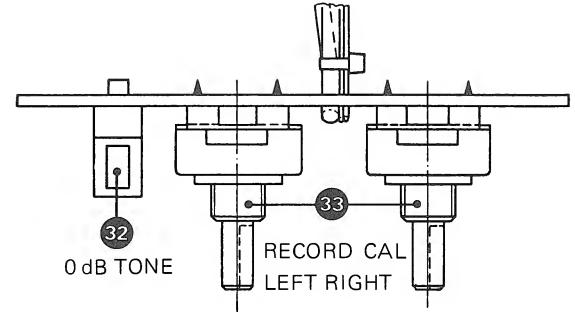

Fig. 9.6.
Diese neue Einheit enthält die beiden Eichpotentiometer (33), die in den Signalweg zwischen Aufnahme-Prozessor und Aufnahme-Entzerrer eingefügt sind. Damit wird der Bandempfindlichkeit entsprechende Aufnahmepegel so eingestellt, dass sowohl Aufnahme- als auch Wiedergabe-Prozessor auf gleichem Signalpegel arbeiten. Als Eichhilfe dient der im DOLBY-Aufnahme-Prozessor 1.177.234 eingebaute 400-Hz-Oszillator, der mit der Drucktaste (32) des Prints 1.177.271 aktiviert wird (Fig. 9.6.).
This new circuit board accommodates both calibration potentiometers (33), which are wired into the signal path between recording processor and recording amplifier. With these potentiometers, the recording level has to be adjusted to match a tape's sensitivity so as to ensure that both, the recording and the replay processors are receiving the same signal level. The 400 Hz oscillator in the DOLBY recording processor 1.177.234 serves as an aid in calibrating the recording gain. This oscillator can be activated by push-button (32) on the circuit board 1.177.271 (fig. 9.6.).
Cette nouvelle unité supporte les deux potentiomètres de calibrage (33) qui conduisent le signal des modules aux correcteurs d'enregistrement. Ces potentiomètres servent à compenser les différences de sensibilité inhérentes aux types de bande courants. En effet, pour assurer la compatibilité du codage et décodage DOLBY, il est impératif de faire travailler les circuits DOLBY d'enregistrement et de lecture avec des niveaux de modulation identiques. Pour effectuer ce calibrage, le module d'enregistrement DOLBY 1.177.234 est équipé d'un générateur qui, activé par la touche (32) de cette plaquette 1.177.271, délivre un signal étalon de 400 Hz (fig. 9.6.).